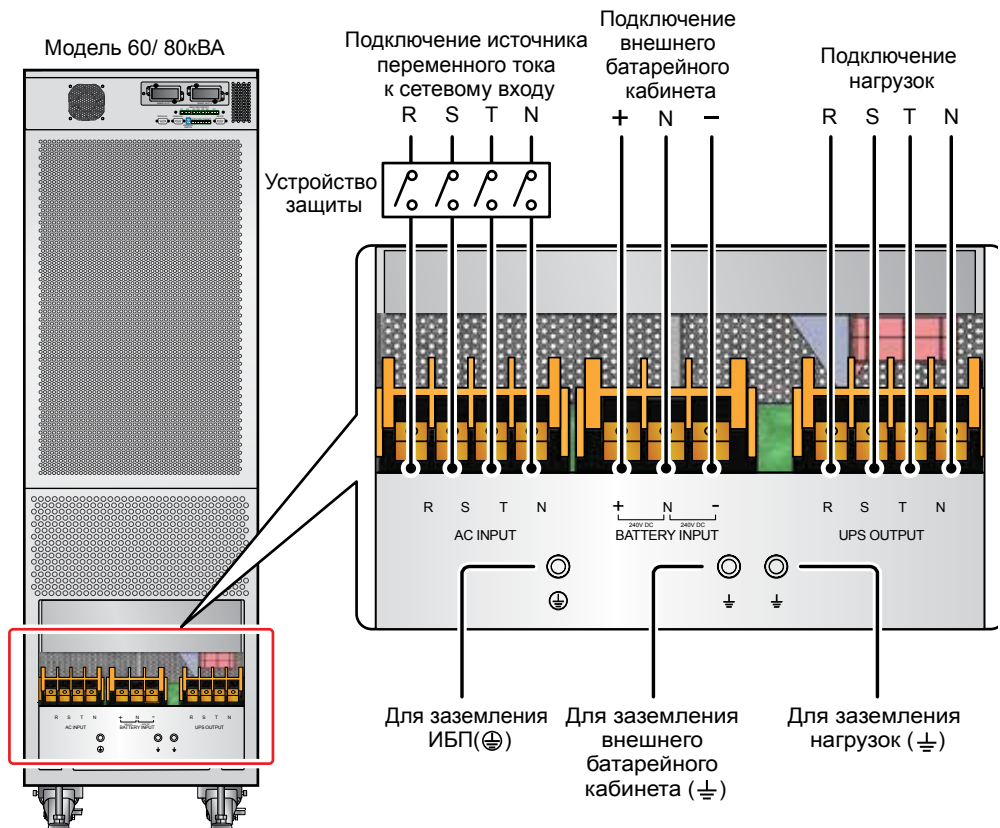

Рис. 5-10. Подключение ИБП DPS 60/ 80 кВА
- 5 Подключите кабели электросети переменного тока, нагрузки и внешнего батарейного кабинета к соответствующим зажимам ИБП. Не забудьте заземлить ИБП/нагрузки/дополнительный батарейный кабинет. См. **рис. 5-10 / 5-11**.